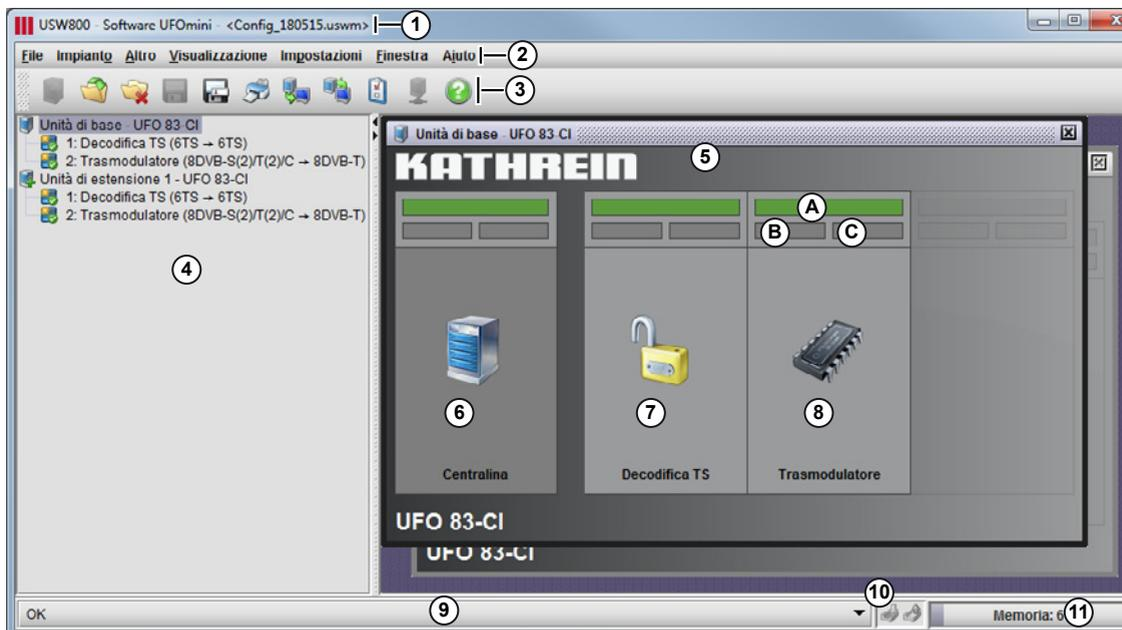

Fig. 3: Interfaccia utente di USW 800
La Fig. 3 fornisce una panoramica delle aree dell'interfaccia utente. Le aree che necessitano di spiegazione sono descritte di seguito singolarmente. Il menu principale è descritto in un capitolo specifico.
La barra dei simboli  (Fig. 3, pag. 16) permette l'accesso rapido ai comandi di uso più frequente del menu principale. Se il puntatore del mouse si trova sopra uno dei simboli, dopo 1 secondo viene visualizzata una breve descrizione del comando corrispondente. La barra dei simboli contiene i seguenti simboli:
- L'albero di navigazione ④ (Fig. 3, pag. 16) mostra la configurazione dell'impianto.
- apre la finestra con la visualizzazione dei componenti contenuti (⑥ ⑦ ⑧ nella Fig. 3).